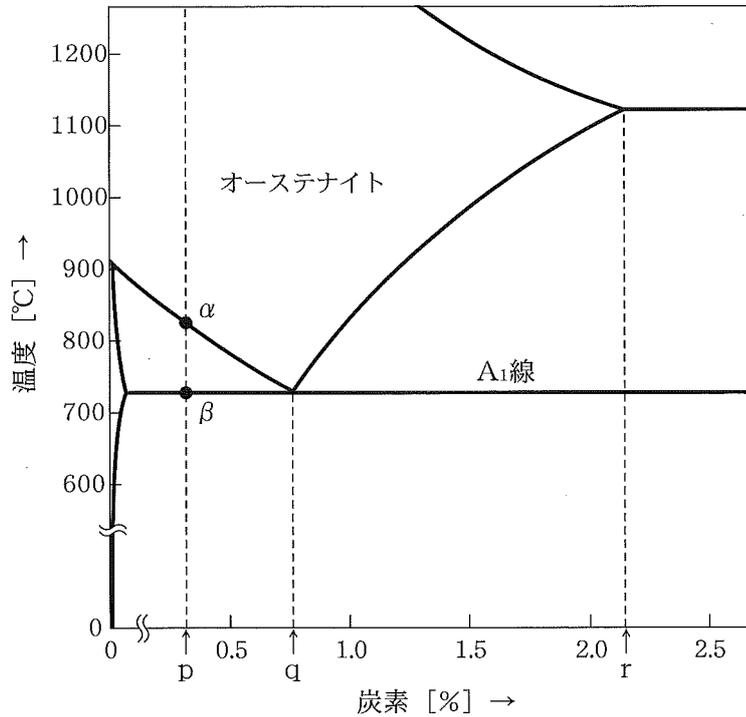

図1
- 1 図1はFe-C系平衡状態図の一部である。(a)～(e)に適したものを選びなさい。